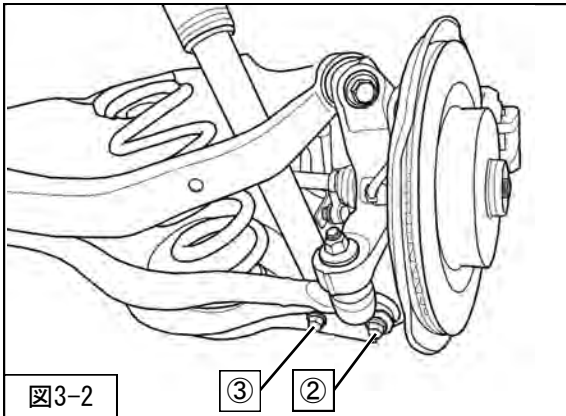

図3-2
4. ②ロアアーム取付ボルト・ナット
③リアショックアブソーバASSYロア取付ボルト・ナットを取外してください。(図3-2)
を車両から取外してください。(図3-2)